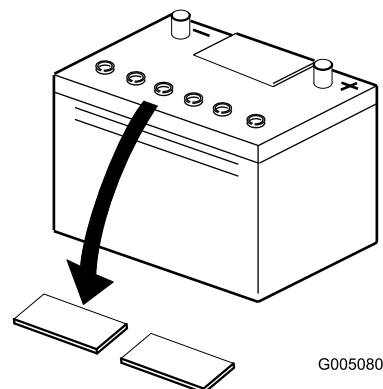

Bild 6
2. Reinigen Sie die Oberseite der Batterie und nehmen Sie die Entlüftungsdeckel ab (Bild 6).